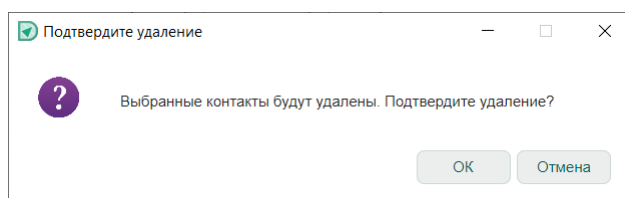

Рис. 248 Окно «Подтвердите удаление»
3. В окне «Подтвердите удаление» нажмите «ОК» для завершения операции удаления или нажмите «Отмена» для отмены операции, см. Рис. 248.